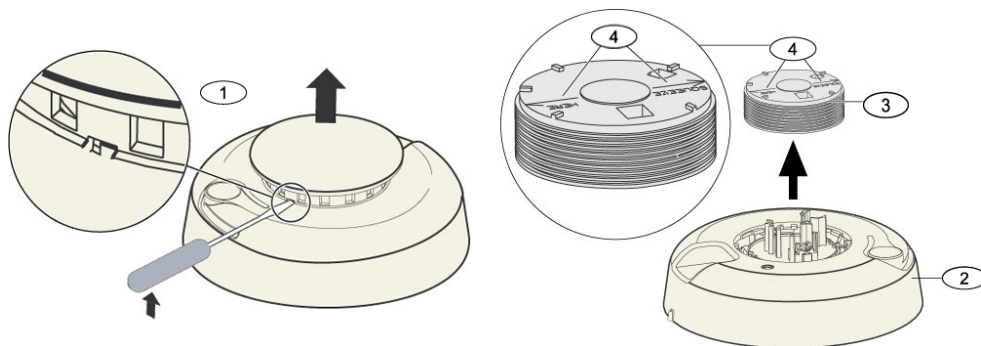

Bild 10.8 Die Melderkappe und die Kammer abnehmen
3. Einen Schlitz-Schraubendreher in den Schlitz an der Melderkappe stecken und die Kappe vorsichtig abhebeln. Die Optikkammer wie abgebildet nach unten drücken und sie vom Melder hoch- und abziehen. Siehe *Bild 10.8* auf Seite 113.